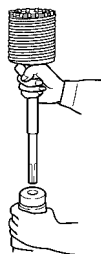
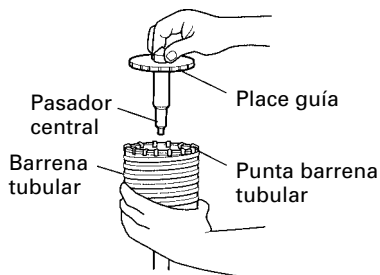

Fig. 16
Fig. 17
- (2) Montar la espiga de la barrena tubular en el martillo giratorio. (Fig. 16)
- (3) Insertar el pasador central en la placa guía hasta que se pare.
- (4) Unir la placa guía con la barrena tubular y girar la placa guía hacia la izquierda o hacia la derecha de forma que no se caiga a pesar de estar indicando hacia abajo. (Fig. 17)